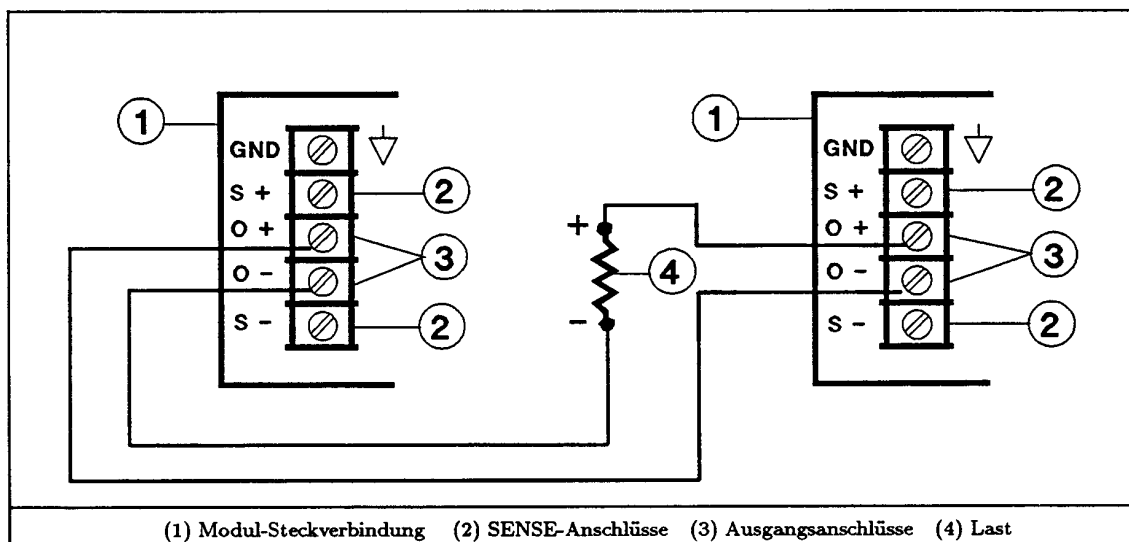

Abbildung 12. Serienschaltung zweier Module
Das System Agilent 66000A erlaubt die Serienschaltung zweier Module (siehe Abbildung 12). **Es dürfen nur Module mit gleichem maximalem Ausgangsstrom in Serie geschaltet werden (siehe Abbildung 15).** Es wird empfohlen, beide Module als Konstantspannungsquellen (CV) zu betreiben und den Ausgangsstrom bei beiden Modulen auf die Hälfte des vollen Laststroms zu begrenzen. Wenn an den Ausgang der Serienschaltung eine energiespeichernde Last (z. B. Batterie oder Kondensator mit großer Kapazität) angeschlossen ist, müssen Sie beim "Herunterfahren" des Systems vorsichtig sein. Wenn Sie z. B. nur ein einziges Modul auf 0 Volt programmieren, kann das andere Modul beschädigt werden, weil es dann von der Last mit der doppelten Ausgangsspannung beaufschlagt wird.